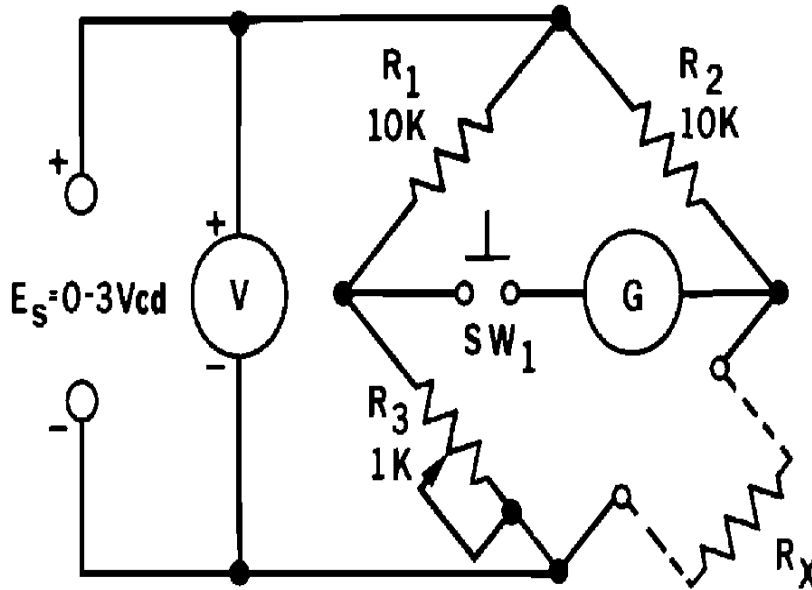

Fig. 20-1
3. Conecte el circuito de puente como se muestra en el esquema de la Fig. 20-1. Inicialmente, ajuste la tensión a un volt. El interruptor de botón  $SW_1$ , actúa como dispositivo protector del galvanómetro, conectando el instrumento solo momentáneamente durante el equilibrio.
3. Suponga los valores siguientes de un puente en balance cero. Consulte la Fig. 20-1.